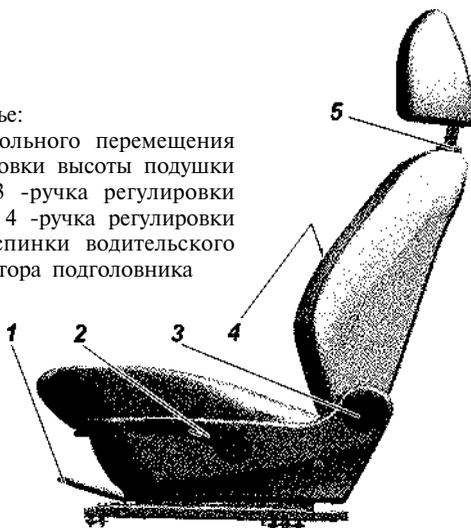

Рис. 3.35. Переднее сиденье:
**Регулировка передних сидений** в продольном направлении осуществляется с помощью рычага 1 (рис. 3.35): потяните на себя расположенный спереди под подушкой сиденья рычаг фиксации продольного перемещения сиденья и сдвиньте сиденье в требуемое положение. Закончив регулировку, отпустите рычаг и удостоверьтесь в надежности фиксации сиденья, подвигав его вперед-назад при отпущенном рычаге.
- потяните за рычаг 3 по направлению движения автомобиля, освободив спинку, уложите ее, как показано на схеме, рис. 3.35;